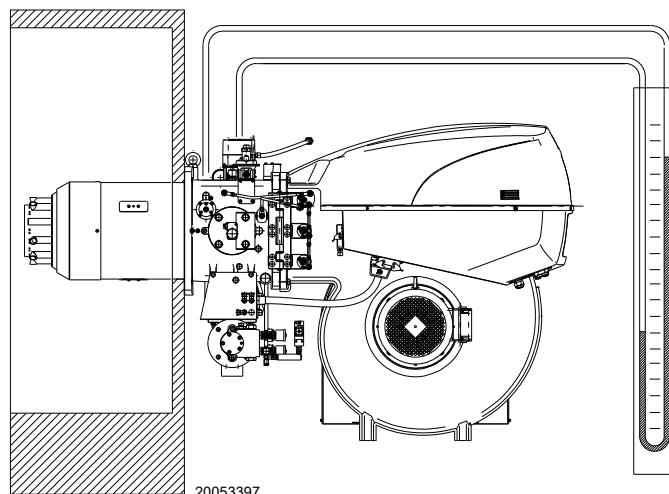

图 33
- 安装一个U型压力计或压力计 (图 33)，插座的 (+) 端连接管路接口的燃气压力，(-) 端连接炉腔内。
燃气达到燃烧头时可在 U 型压力计处显示 (图 33)。